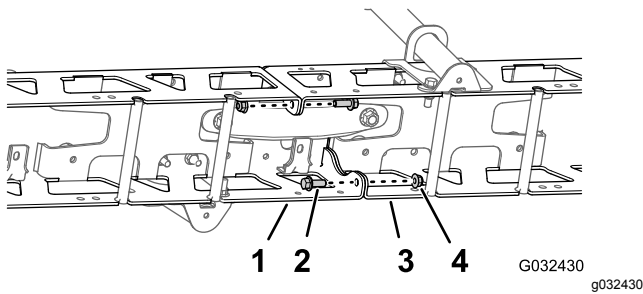

Figure 52
- Retirez les 2 boulons à embase (3/8" x 1") et les 2 contre-écrous (3/8") qui fixent les brides verticales des cadres en treillis droit et gauche (Figure 52).